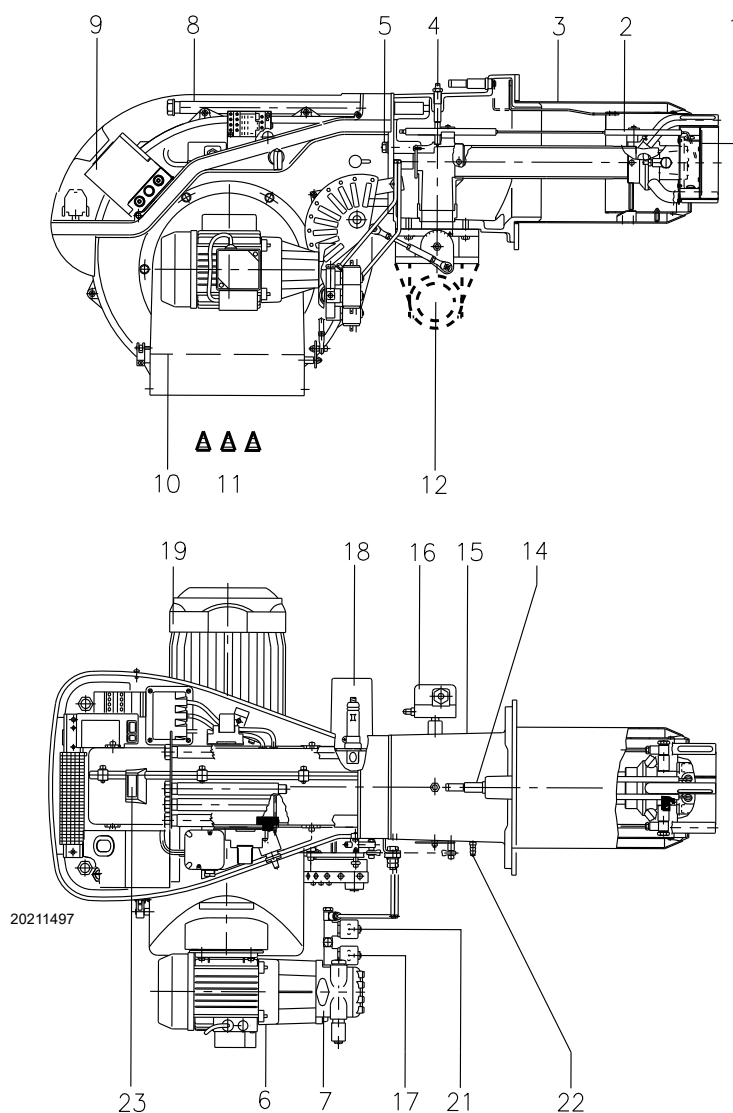

图 5
- ▶ **控制器锁定：**如果控制器 9) (图 5) 按钮指示灯亮起，则燃烧器锁定。